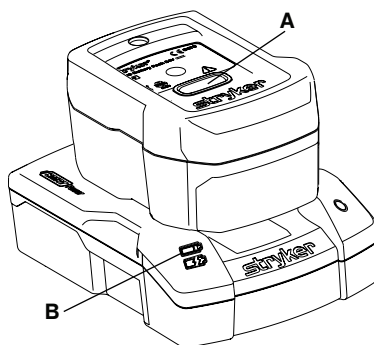

Figure 26 – Chargement du SMRT Pak
Pour charger le **SMRT Pak** (Figure 26) :
- Le voyant du chargeur **SMRT** (B) clignote en vert pendant le chargement (Figure 26). La durée de chargement optimale est de deux heures.
- Lorsque le **SMRT Pak** est chargé et prêt à l'emploi, le voyant du chargeur **SMRT** (B) s'allume en vert continu.
2. Appuyer sur le bouton de déblocage rouge (A) (Figure 26) et faire glisser le **SMRT Pak** pour libérer le **SMRT Pak** chargé et prêt à l'emploi du chargeur **SMRT**.